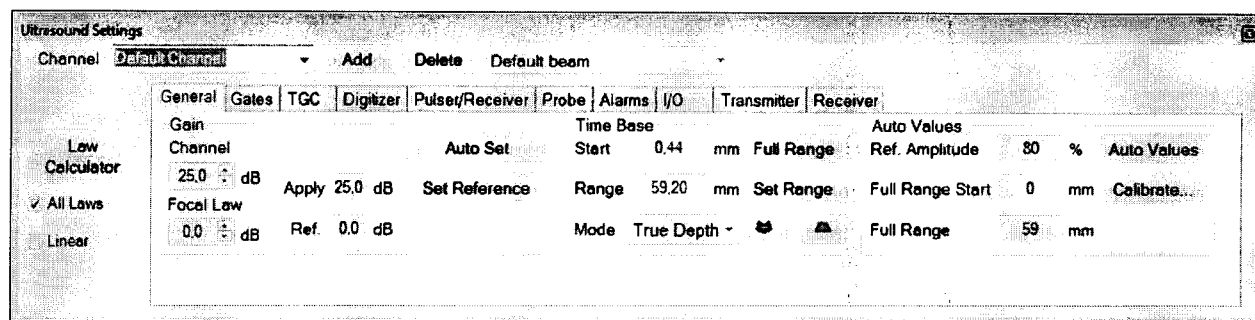

Рисунок 2 – Панель «Ultrasound Settings»
8.3.2.2 Открыть панель УЗ настроек - в меню «Display» выбрать «Ultrasound Settings» (рисунок 2).
8.3.3.5 Открыть панель УЗ настроек - в меню «Display» выбрать «Ultrasound Settings» (рисунок 2):
8.4.2 Открыть панель настроек - в меню «Display» выбрать «Ultrasound Settings» (рисунок 2).